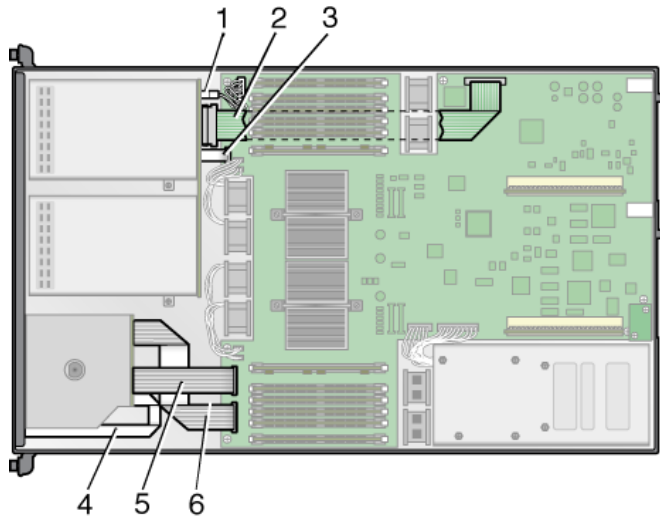

図 3-27 Sun Fire V20z サーバーのシステムケーブル
2. 交換するケーブルを特定します (場所については、図 3-27 を参照)。